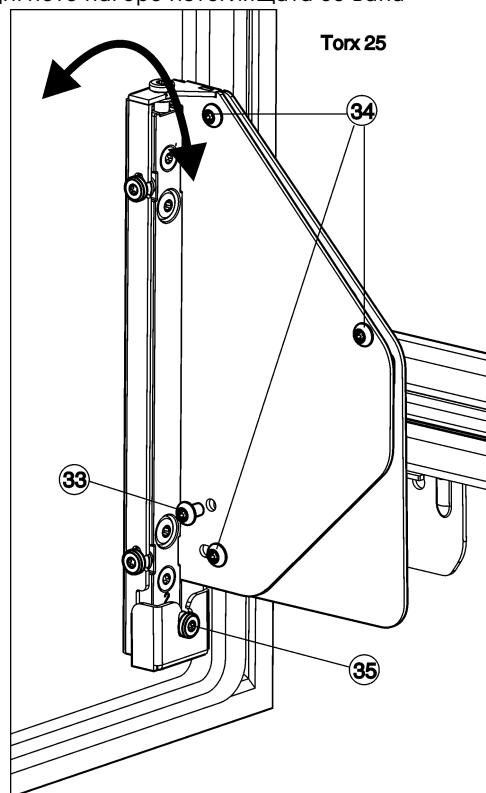

Fig. 26
- Извадете изцяло винта Fig. 26 (33).
- ▷ Изхвърлете винта Fig. 26 (33), той вече няма да е необходим.
- Само развийте винтовете Fig. 26 (34) с 1 до 2 оборота.
- ▶ Завъртете регулиращия винт Fig. 26 (35). В посока на часовниковата стрелка: вратата се накланя горе от корпуса на уреда навън. В посока, обратна на часовниковата стрелка: вратата се накланя горе към корпуса на уреда и долу от корпуса на уреда навън.
- ▶ След завършване на регулирането на наклона затегнете отново всички винтове Fig. 26 (34).